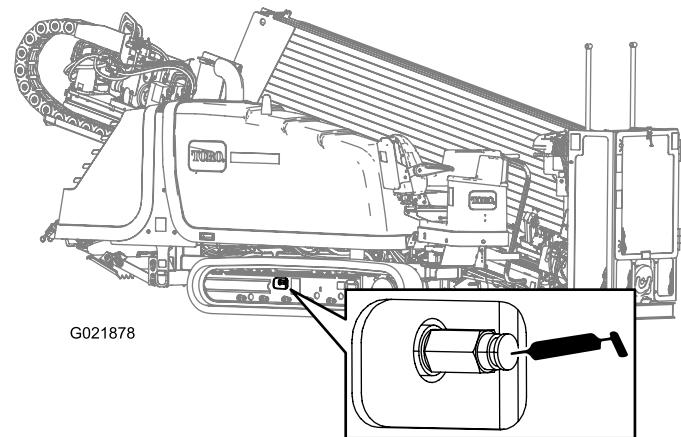

Figura 99
- Retire la suciedad y los residuos de alrededor de la válvula de grasa del sistema de tensado de la oruga (Figura 99).
- Aplique grasa al engrasador hasta que la tensión alcance los 220,63 bar (3,200 psi), según se muestra en Figura 99.
- Gire la válvula de grasa del sistema de tensado de las orugas en sentido antihorario **no más de una vuelta** (Figura 99).